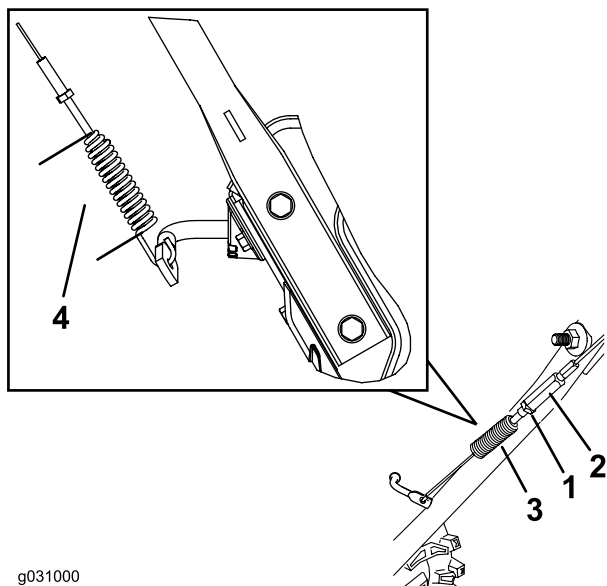

Figure 38
3. Desserrez ou serrez le tendeur pour régler la longueur du ressort à 7 cm, comme illustré à la Figure 38.